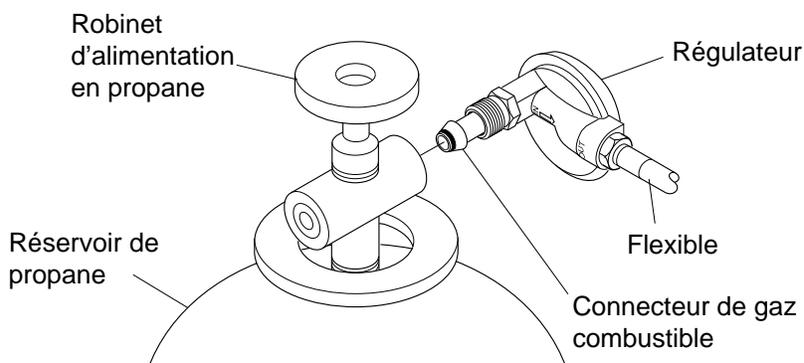

Figure 3 - Emplacement du régulateur
2. Raccorder le connecteur de gaz combustible se trouvant sur l'ensemble flexible/régulateur au(x) réservoir(s) de propane. Visser, dans le sens antihoraire, le connecteur de gaz combustible dans le filetage du réservoir de propane. Serrer fermement à l'aide d'une clé de 2,22 cm (7/8 inch). **IMPORTANT:** Placer le régulateur de manière à ce que le flexible qui y est rattaché soit à l'horizontale (se reporter à la figure 3). Cela permet à l'évent du régulateur d'être à l'abri des intempéries.